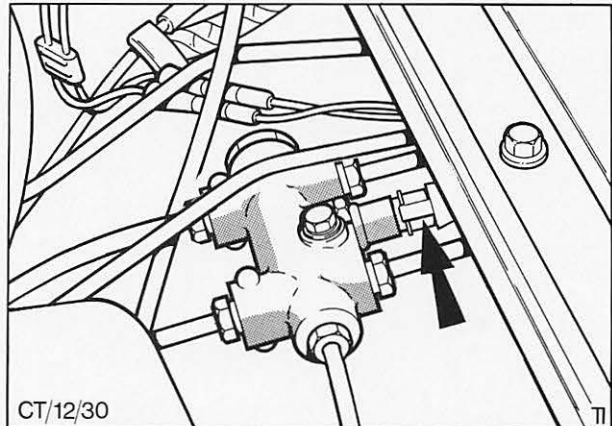

Abb. 78 Differenzventil – Stecker des Warnlichtschalters mit Pfeil gekennzeichnet
1. Motorhaube öffnen, Kotflügelschoner auflegen und Batterie abklemmen. Stecker vom Warnlichtschalter am Differenzventil abziehen, Abb. 78.